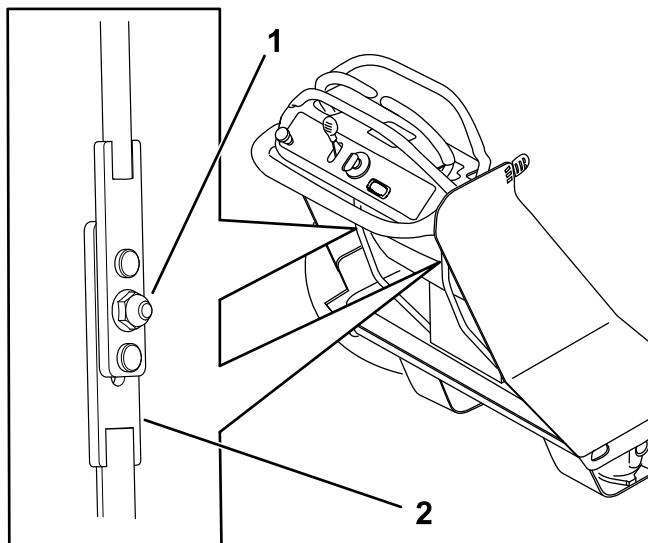

Figura 45
- Afloje la tuerca del conjunto de la varilla de control (Figura 45).
- Apriete la tuerca (Figura 45).
- Gire el tornillo de ajuste indicado en Figura 45 para aumentar o reducir la velocidad de esa palanca.